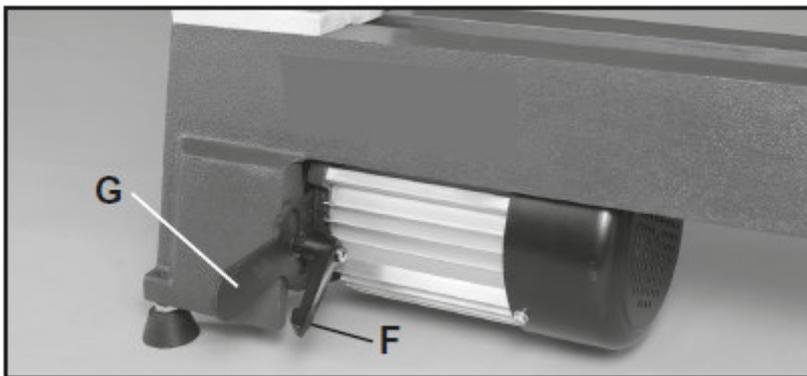
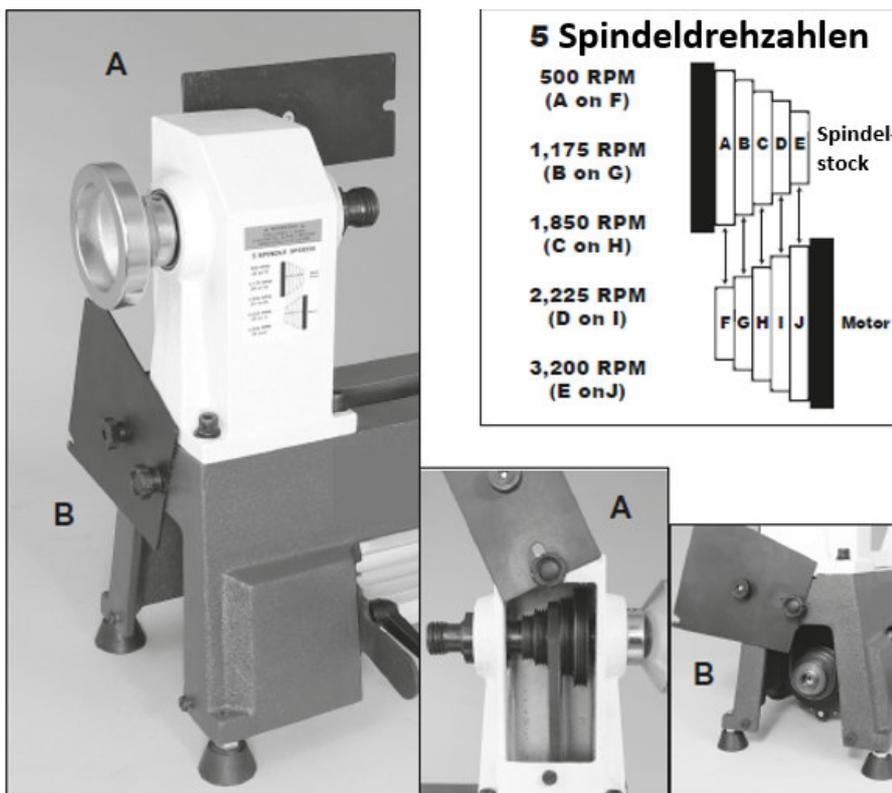

Abb.8-1: Änderung der Spindeldrehzahl
Abb. 8-2: Wechseln des Antriebsriemens
1. Bei geöffneter Abdeckung den Verriegelungshebels (Pos. F, Abb. 8-1) lösen, mit dem der Motor befestigt ist, und den Hebel der Motorbefestigungsplatte (Pos. G, Abb. 8-1) anheben, um die Riemenspannung an den Motor- und Spindelscheiben zu lösen.
3. Nachdem der Verriegelungshebel und der Motor gelöst sind, sorgt das Gewicht des Motors für die richtige Spannung des Antriebsriemens. Ziehen Sie den Verriegelungshebel (Pos. F, Abb. 8-1) wieder fest und schließen Sie die Abdeckungen.
3. Öffnen Sie die Abdeckung der hinteren Spindelriemenscheibe (Pos. A, Abb. 8-2) sowie die untere seitliche Abdeckung der Motorriemenscheibe (Pos. B, Abb. 8-2), um Zugang zum Antriebsriemen zu erhalten.
4. Lösen Sie den Verriegelungshebel (Pos. F, Abb. 8-1) und heben Sie den Hebel der Motorbefestigungsplatte (Pos. G, Abb. 8-1) an, um die Spannung des Riemens zu lösen. Der Riemen kann nun von der unteren Motorscheibe entfernt werden (Pos. B, Abb. 8-2).
6. Entfernen Sie die Schrauben, mit denen die Spindelriemenscheibe an der Spindel befestigt ist. Die Riemenscheibe sollte nun lose auf der Spindel sitzen (Pos. A, Abb. 8-2).